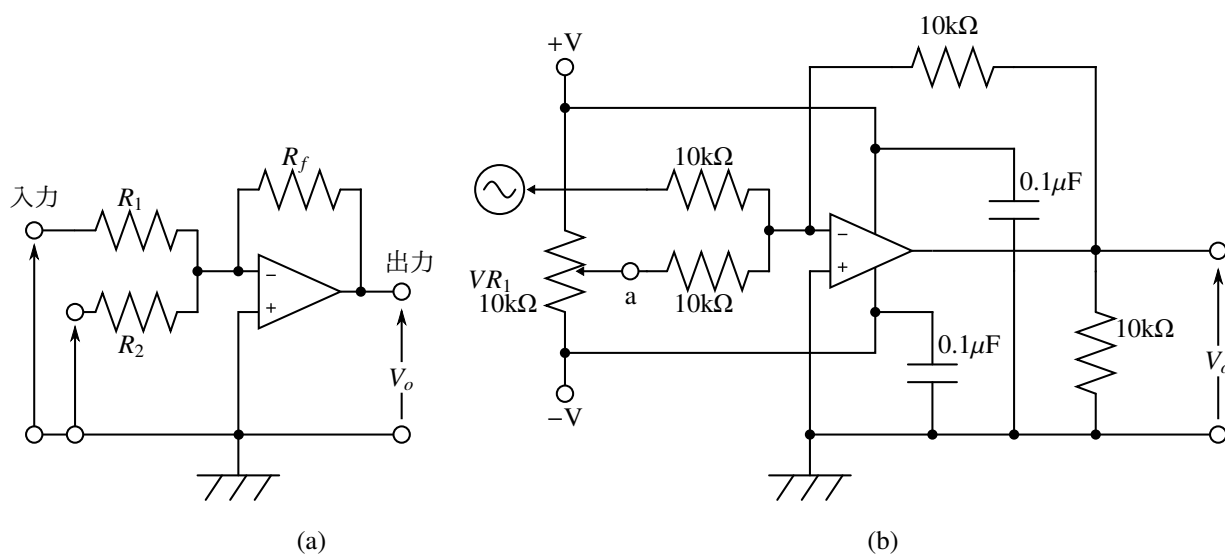

図 12-5 反転加算の基本回路 (a) および実験回路 (b)
信号を足し合わせて (信号の重ね合わせ), 新しい信号を作り出すことを試みる. 図 12-5 (a) に, 反転加算回路を示す.
1. オペアンプのピン接続図 (図 12-1) および反転加算回路図 (図 12-5 (b)) を参考に, ブレッドボード上に  $\pm 15 \text{ [V]}$  (または  $\pm 5 \text{ [V]}$ ) 電源動作の反転加算回路を組み立てよ. 図中のコンデンサ  $0.1 \mu\text{F}$  は, オペアンプが異常発振するのを防ぐ目的で入っている. 直流電源の極性に注意して接続を行うこと. 極性を誤ると, オペアンプは破損する.